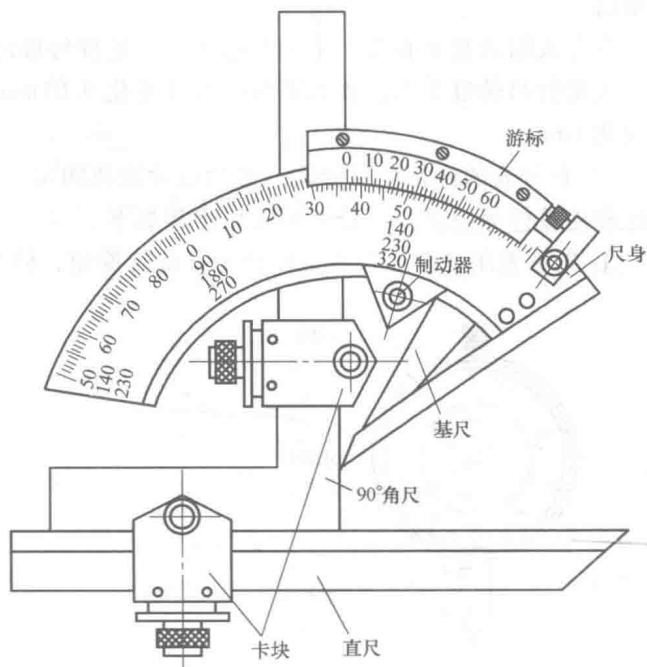

图 0-15 游标万能角度尺
1) 游标万能角度尺的结构。如图 0-15 所示，游标万能角度尺由尺身、 90° 角尺、游标、制动器、扇形板基尺、直尺和卡块等组成。根据所测角度的需要， 90° 角尺和直尺可采用不同的方式进行组合，制动器可将扇形板和尺身锁紧，便于读数。